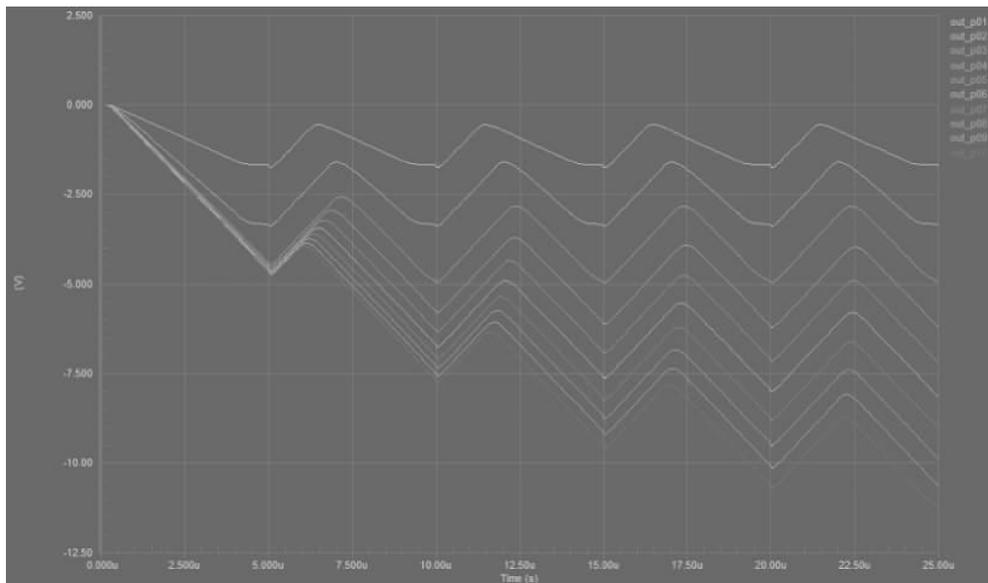

图 3-48 添加所有输出波形后的界面
- (5) 添加完成后,如图 3-48 所示,可以看出输出的变化情况。
- (6) 保存工程文件,并退出设计工程。